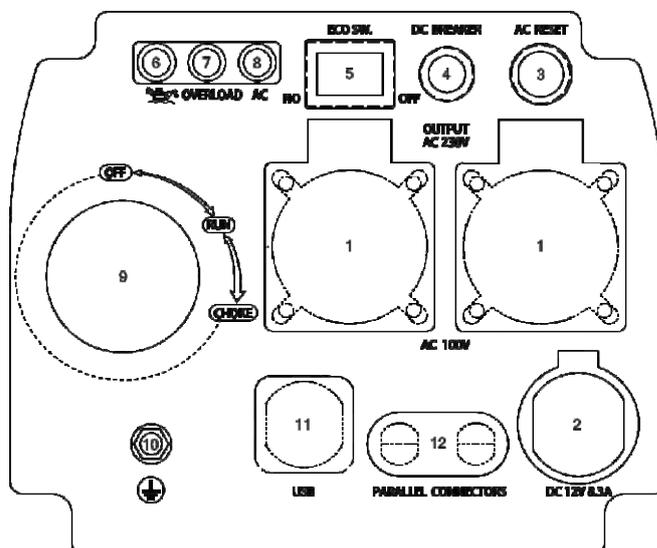

Figura 10: premere l'interruttore di ripristino
3. Premere l'interruttore di ripristino per ripristinarlo (vedere la Figura 10).